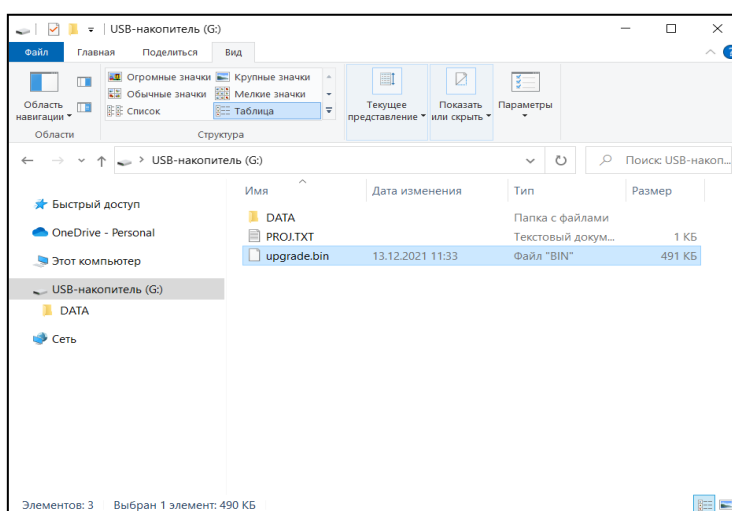

Рисунок 71 Внешний вид корневой папки с файлом прошивки
3.1.3. Скопируйте файл прошивки *upgrade.bin* в корневой каталог (Рисунок 71). Если имя файла прошивки отличается от *upgrade.bin*, например, «Maximag.bin» следует изменить имя данного файла на *upgrade.bin*